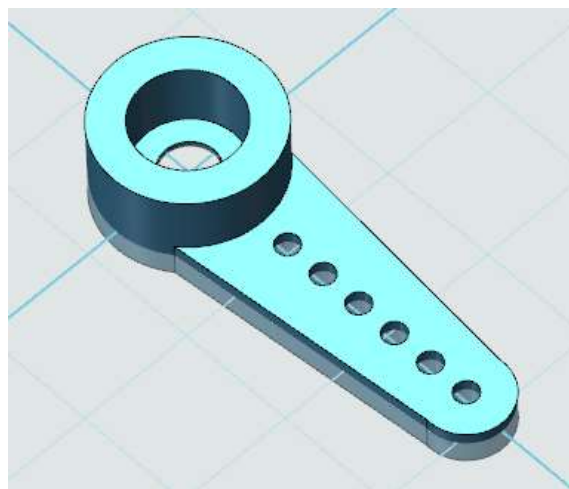

图 12-15
6.点击草图，选择拉伸两边命令，高度为 0.6 和-1。完成如图 12-15 所示。
7.使用组合编辑固定模型，效果如图 12-15 所示。